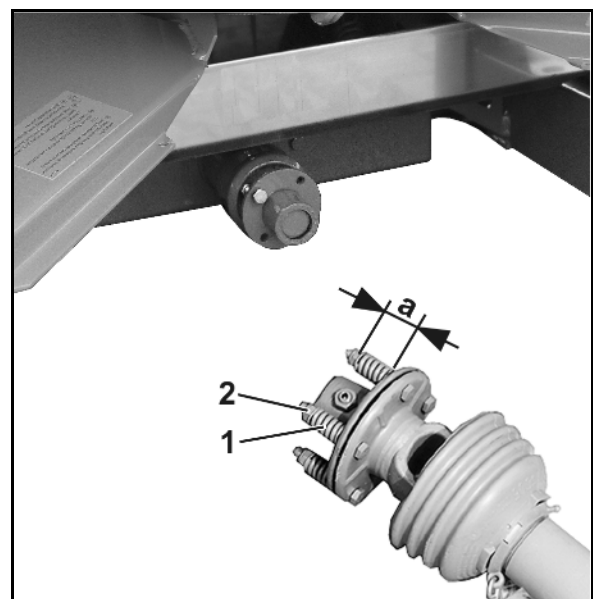

Fig. 97
3. Slacken the drain plug (Fig. 97/1).